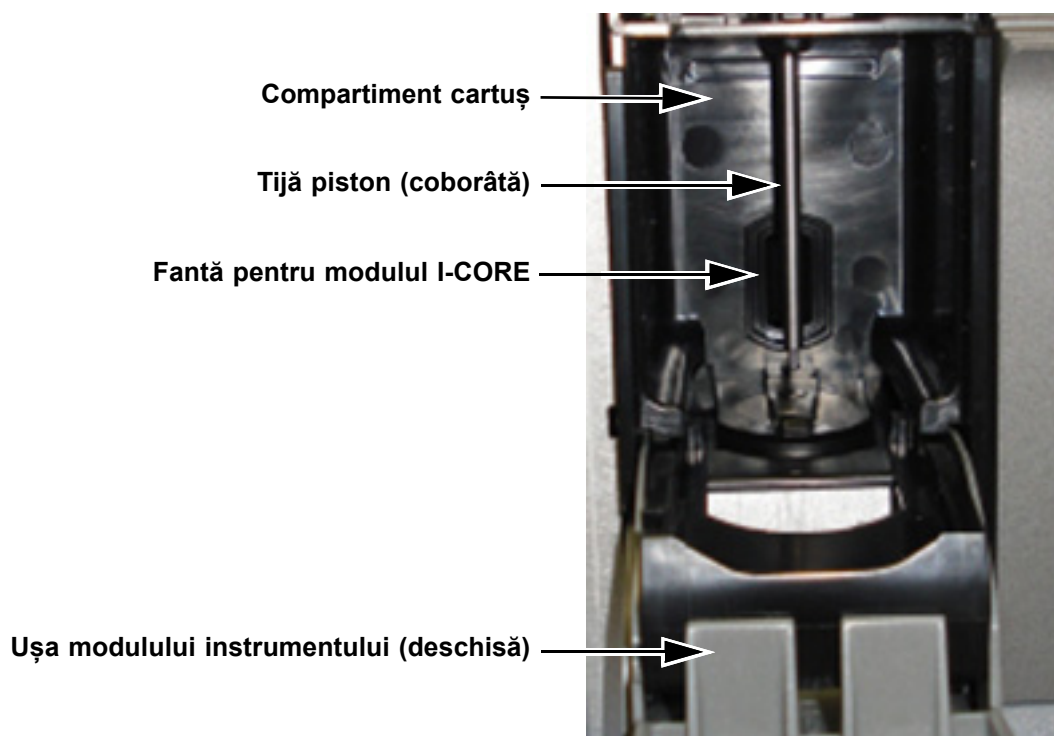

Figura 9-5. Tijă piston coborâtă în compartimentul cartușului
6. În caseta de dialog Întreținere tijă piston (Plunger Rod Maintenance), numele butonului **Curățare (Clean)** se schimbă în **Mutare în sus (Move Up)** (dacă faceți clic pe butonul **Curățare toate (Clean All)**, acesta se schimbă în **Mutare toate în sus (Move Up All)**). În instrument, tija (tijele) pistonului din modulul (modulele) selectat(e) (sau toate modulele, dacă se face clic pe butonul **Curățare toate (Clean All)**) coboară în compartimentul (compartimentele) cartușului. Consultați Figura 9-5.
Aplicarea lichidelor în interiorul modulului I-CORE poate deteriora modulul. Nu atingeți fanta de pe modulul I-CORE unde este introdusă eprubeta de reacție a cartușului (consultați Figura 9-5).